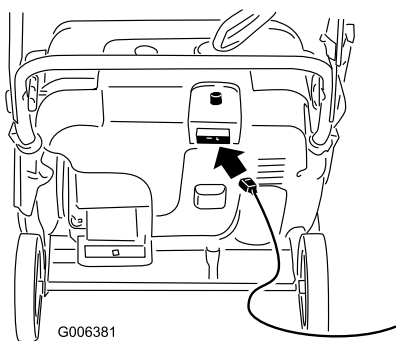
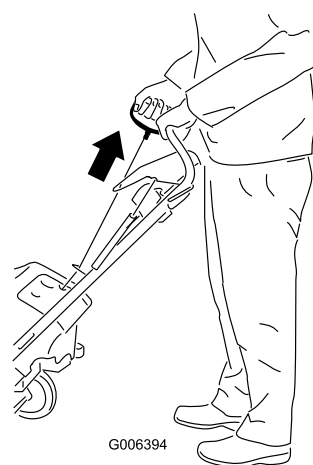

Рисунок 17
Рисунок 18
4. Присоедините удлинительный кабель к источнику питания и снегоочистителю, затем нажмите кнопку электрического стартера (только у модели 38569) (Рисунок 17) или вытяните рукоятку механического стартера (Рисунок 18).